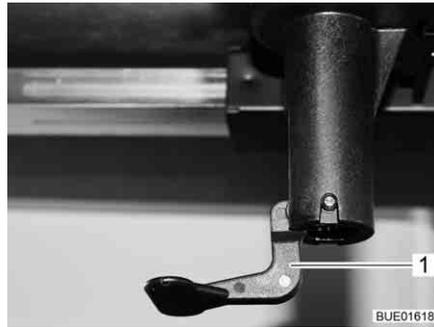

Fig. 117 Desbloqueo del tablero de la mesa
- Plegar hacia abajo la palanca de bloqueo (Fig. 117,1).